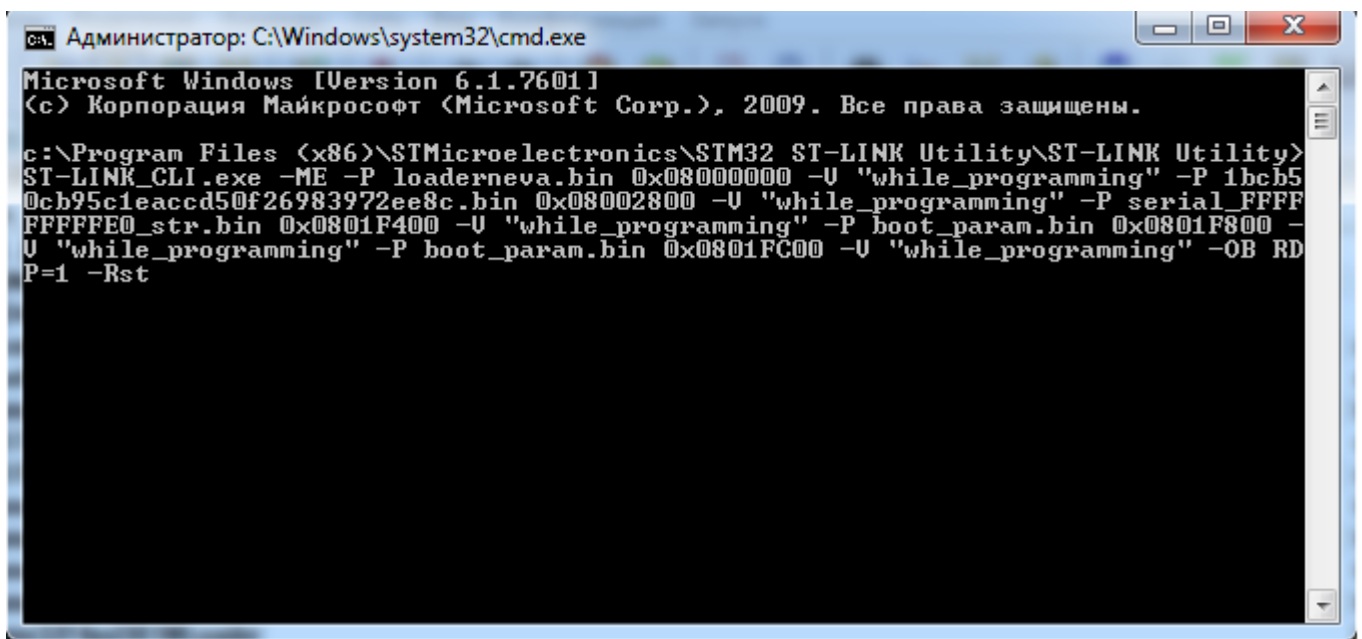

Рисунок 2 – Копирование команды в командную строку
– Находясь в папке C:\Program Files (x86)\STMicroelectronics\STM32 ST-LINK Utility\ST-LINK Utility, вставить скопированную строку в командную строку (рисунок 2)